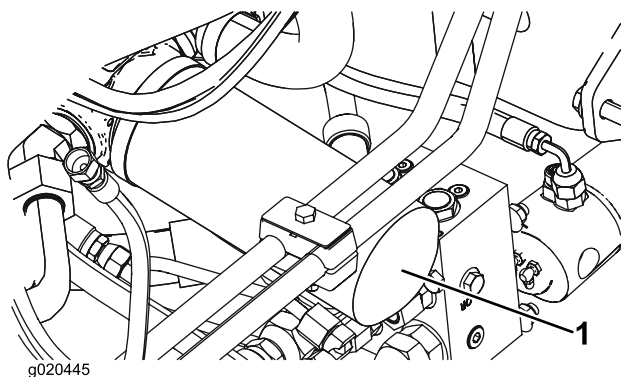

Bild 72
2. Reinigen Sie die Kontaktfläche um den Filter. Stellen Sie eine Auffangwanne unter den Filter und entfernen den Filter (Bild 72).